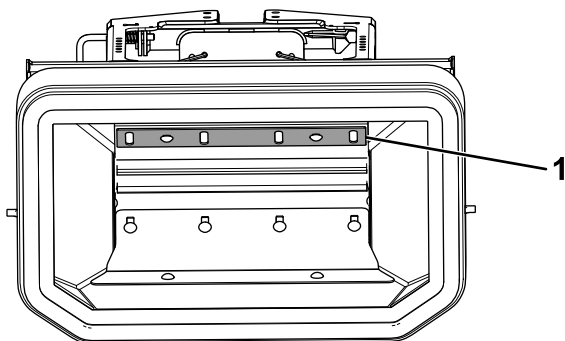

Bild 31
3. Lösen Sie die Schrauben der Vibrationsplatte und schieben die Platte in die gewünschte Stellung (Bild 31).